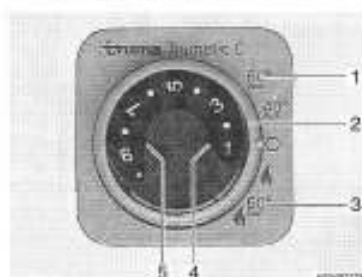

Fig. 146 Unité de commande pour chauffage/chauffe-eau
Le chauffe-eau est intégré dans le chauffage et fonctionne au gaz (Régime au gaz) et/ou à l'électricité (Régime au gaz et électrique 230 V). Le chauffe-eau est mis en service au niveau de l'unité de commande (Fig. 146) à l'aide de l'interrupteur tournant (Fig. 146,2). Le sélecteur de source d'énergie (Fig. 148) permet de présélectionner le type d'énergie (Régime au gaz et électrique 230 V).
En régime hiver "Chauffage et chauffe-eau" (Fig. 146,3), l'eau du chauffe-eau est automatiquement chauffée lors de la mise en marche du chauffage. Si le chauffage s'arrête à la température ambiante désirée, le chauffe-eau continue de chauffer jusqu'à obtention de la température d'eau sélectionnée.
En régime été (Fig. 146,1), seulement l'eau du chauffe-eau est chauffée à 40 °C ou 60 °C. Il faut environ 1 heure pour que l'eau atteigne 60 °C. Le voyant de contrôle jaune (Fig. 146,5) s'allume pendant la phase de chauffage du chauffe-eau.
L'alimentation en tension du chauffage/chauffe-eau et de la valve de sécurité et de vidange ne peut pas être coupée par l'interrupteur principal 12 V. En cas de dysfonctionnement, le voyant de contrôle (Fig. 146,4) rouge sur l'unité de commande de chauffage/chauffe-eau Trumatic C s'allume (voir chapitre 15).
- Placer l'interrupteur tournant (Fig. 146,2) de l'unité de commande (Fig. 146) sur "Régime été" (Fig. 146,1).
Le voyant de contrôle jaune (Fig. 146,4) s'allume pendant la mise en température. La mise en température est terminée lorsque la température d'eau sélectionnée est obtenue. Le voyant de contrôle jaune s'éteint.
- Placer l'interrupteur tournant (Fig. 146,2) de l'unité de commande (Fig. 146) sur "O".
La combinaison régime au gaz et régime électrique 230 V permet de raccourcir la période de chauffage (uniquement possible lorsque le chauffe-eau sur l'unité de commande (Fig. 146) est réglé sur régime hiver).